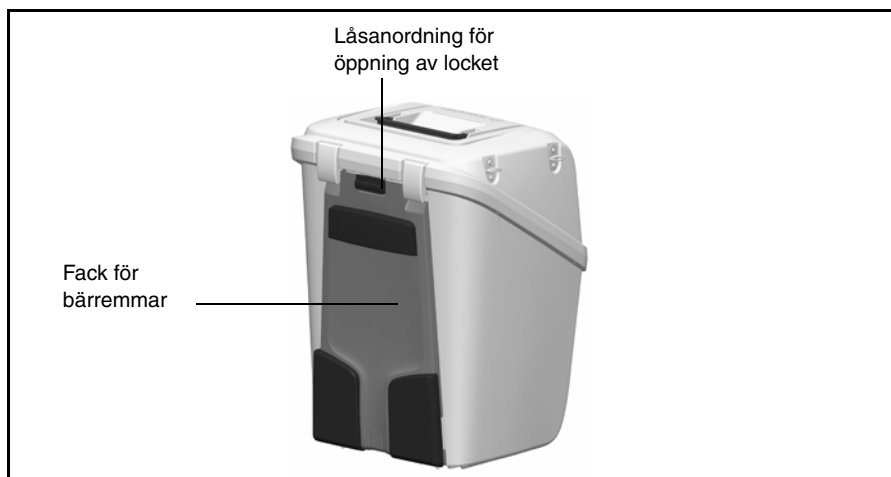

Bild 2.2 Instrumentväska med bärremmarna dolda i facket
1. Öppna facket genom att trycka ned låsanordningen på luckan. Se bild 2.2